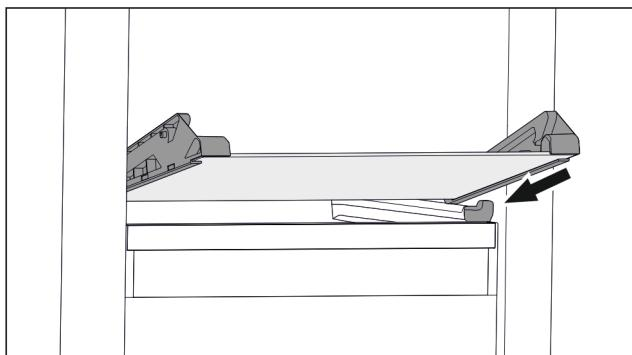

Fig. 71 Sklenená doska sklopnej zásuvky
- Nasadte sklenenú dosku šikmo za zarázkami. (pozri Fig. 71)